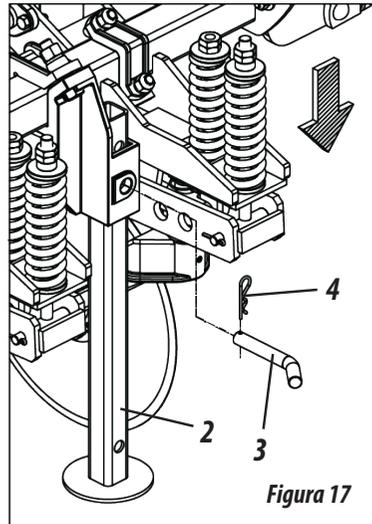

Figura 17
- 1- Levantar la sembradora accionando el cilindro hidráulico (1).
- 3- A continuación, baje las escuadras de soporte (2) y fíjelas con el pasador (3) y bloqueo (4), **como se muestra en la Figura 17.**